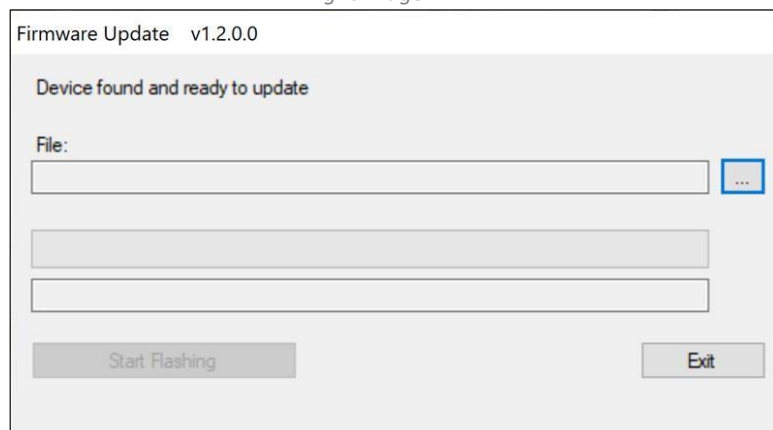

Figura 55 - Ventana de actualización del firmware.
9. Dentro de LightBridge, seleccione Actualización de Firmware en el menú desplegable *Herramientas* (Figura 54). Aparecerá la ventana Firmware update (Figura 55).